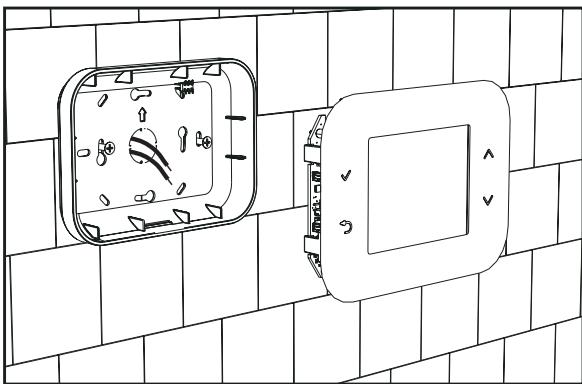

fig. 7
2. Fixați panoul posterior direct pe perete sau pe casete de derivație cu 2 sau 3 module, prin intermediul locașurilor pentru șuruburi, având grijă să treceți cablurile prin fantă așa cum se arată în fig. 7.